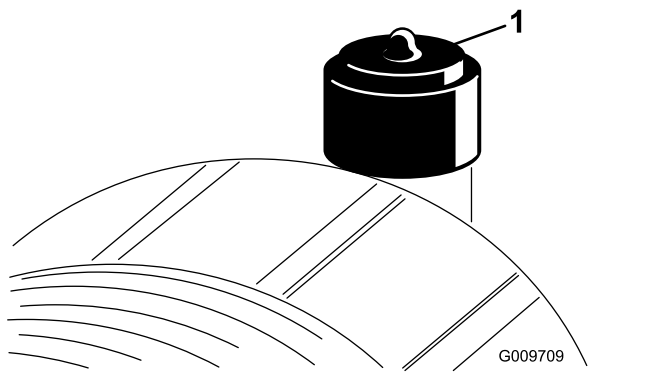

Figura 76
Faça a manutenção ao filtro de ar apenas quando o indicador de manutenção (Figura 76) o exigir. Mudar o filtro de ar antes de ser necessário apenas aumenta a possibilidade de entrar sujeira no motor quando retira o filtro.
2. Reinicie o indicador (Figura 76) se este se apresentar vermelho.